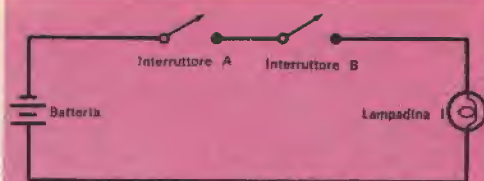

Fig. 1 - Gli interruttori A e B, in serie con la batteria e con la lampadina, possono rappresentare il circuito logico denominato AND.
**La logica dei calcolatori** - La logica dei calcolatori, nota anche come Algebra Booleana, traduce la logica formale in una logica matematica, che può essere usata per il ragionamento di problemi. Elaborata da Augusto De Moran e Giorgio Boole più di cento anni fa, l'algebra booleana (logica dei calcolatori) fu definita nel 1938 da Claude E. Shannon, il quale la applicò alla soluzione di problemi di commutazione. Come esempio dell'applicazione fatta da Shannon della logica dei calcolatori per risolvere problemi pratici, consideriamo il semplice circuito in serie riportato nella fig. 1. Due interruttori (A e B) sono col-